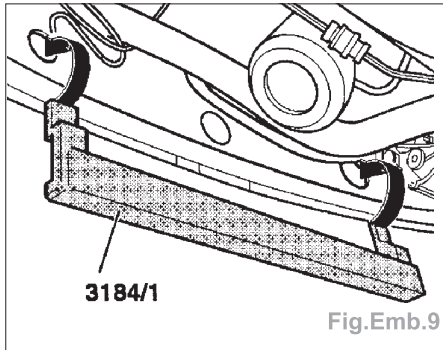

Fig.Emb.9
- Accrocher le support auxiliaire (outil 3184/1) dans la traverse arrière du véhicule (flèches) ; le cas échéant, déposer de la traverse arrière les faisceaux de câbles et les conduites (Fig.Emb.9).